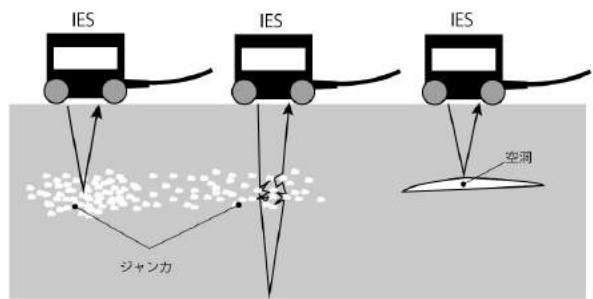

図4 ジャンカ（左、中央）・水平クラック（右）の探査
(7) ジャンカ・水平クラックの探査：ジャンカでは、その状態によって健全部より深く測定される場合(図4中央)と浅く測定される場合(図4左)があります。また構造物の内部にできる水平クラック(図4右)では、健全部よりも浅く測定されます。なお垂直クラックの深度の測定はできません。